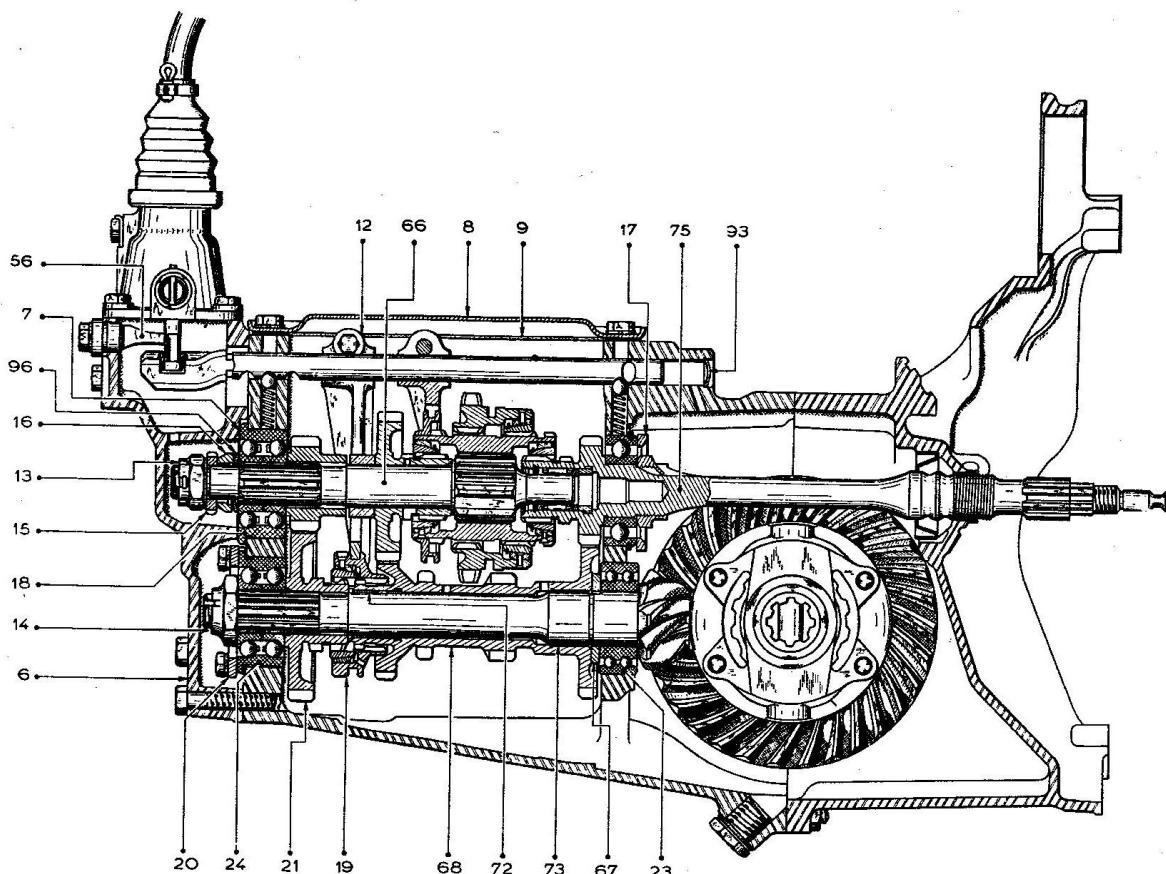

Fig. 24. Snit af transmissionsenheden.
Er hjulet (21) i fig. 25, 29,25 mm langt, monteres shims'ene (74) mellem leje og hjul. Er hjulet 31,25 mm langt, monteres shims'ene derimod under lejets kravé, som vist nederst i fig. Lejets holdeplade (20) fig. 24 fastspændes med et moment på 2,5 kpm (18,5 lbft), og møtrikken (14) tilspændes fast.